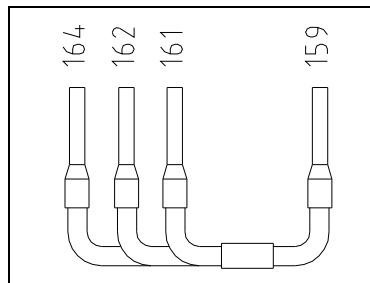

Figura 2.2: Installazione dell'AE45/8
15. Collegare l'AE45/8 ai morsetti mostrati nella Figura 2.2 in basso, controllando che tutti i fili presenti siano fissati.